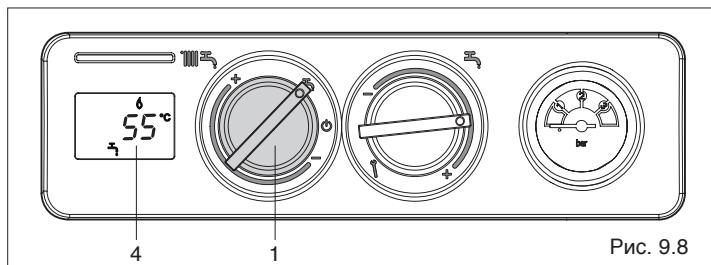

Рис. 9.8
- **Режим «Лето»:** при повороте переключателя на символ (1, Рис. 9.8) включится летний режим работы котла (только ГВС). Котёл будет находиться в режиме ожидания до тех пор, пока не поступит запрос на нагрев воды в бойлере, тогда горелка разожжётся, а на дисплее (4, Рис. 9.8) отобразится температура воды в бойлере, значок работы в режиме ГВС и значок пламени . Котёл будет работать до тех пор, пока не будет достигнута заданная температура в бойлере. После этого он снова перейдёт в режим ожидания "stand-by".